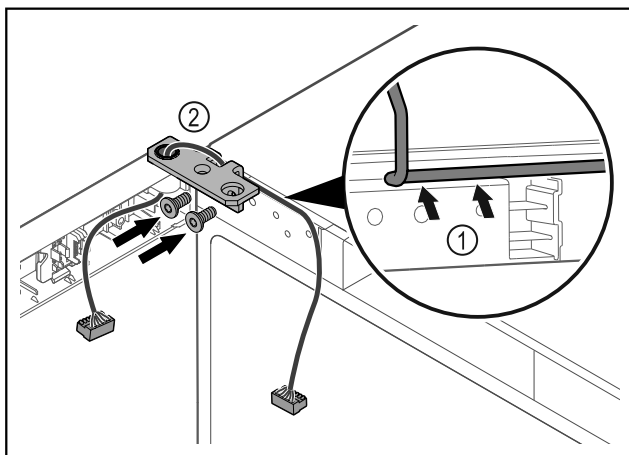

Fig. 62
- Kabel door de uitsparing van de scharnierhoek leiden en voorzichtig monteren Fig. 62 (1).
- Scharnierhoek Fig. 62 (2) vastschroeven.